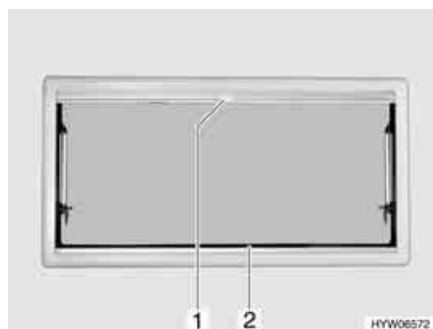

Fig. 58 Finestra apribile
- Afferrare la tendina oscurante pieghevole (Fig. 58,2) per la parte centrale della barra di presa, tirarla dal basso verso all'alto e rilasciarla nella posizione desiderata. La tendina oscurante pieghevole rimane in questa posizione.
- Tirare la zanzariera a rullo per la maniglia (Fig. 58,1) verso il basso fino a quando non si trova in contatto con la tendina oscurante pieghevole (Fig. 58,2).
- Premere la maniglia (Fig. 58,1) della zanzariera a rullo.